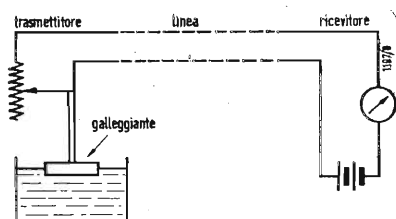

Fig. 1 - Sistema comune di telemetria.
Il comando di un transistor avviene in pratica senza inerzia e senza consumo di potenza. Nei sistemi a contatti si deve generare un certo lavoro meccanico, invece nei sistemi a transistor si deve generare una certa corrente di comando. Ciò può avvenire in una infinità di modi diversi. La fig. 1 mostra un sistema che fa uso di un bilancere a magnete permanente che serve contemporaneamente come generatore dell'impulso di comando e come motore.
L'impulso di comando è generato da un cristallo piezoelettrico (24) che viene piegato ad ogni periodo da un perno di fine corsa. La deformazione meccanica del cristallo piezoelettrico genera una carica elettrica che, raccolta da opportuni elettrodi, viene portata al transistor ed amplificata. Non è prevista una reazione elettrica. La potenza elettrica amplificata viene portata all'elettromagnete 25 che attiva un pezzo di ferro montato sul bilancere. In questo modo le oscillazioni diventano sempre più ampie fino a raggiungere una condizione di regime. Anche questo sistema per essere avviato ha bisogno di un urto iniziale. Però, al contrario del sistema della fig. 1, in questo caso basta battere leggermente l'orologio perchè il cristallo possa dare l'impulso di avvio.
Un'elementare metodo di telemetria riguarda la variazione della corrente in un circuito elettrico corrispondente alla quantità misurata e la lettura della corrente con un amperometro sistemato in un punto lontano. Tale metodo è frequentemente usato per misurare il volume dei liquidi in un serbatoio (fig. 1). Il contatto mobile di un reostato è fatto funzionare da un galleggiante e la resistenza del circuito è inversamente proporzionale, quindi la lettura dello strumento è direttamente proporzionale al livello del liquido. Questo è il sistema base corrente di telemetria e una normale applicazione pratica si trova nell'indicatore di livello benzina delle automobili.